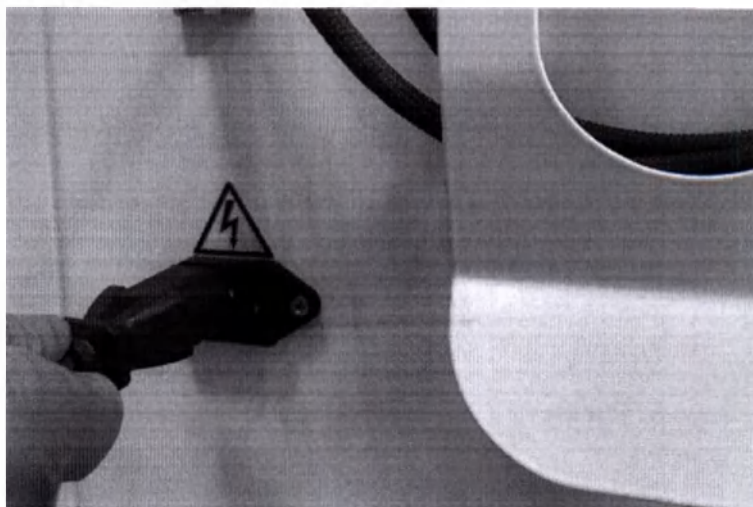

Рис.8.5 – Подсоединение сетевого кабеля
8.3.1. Подключите сетевой кабель, как показано на Рис. 8.5 при этом автоматический выключатель должен быть в положении «Выкл».